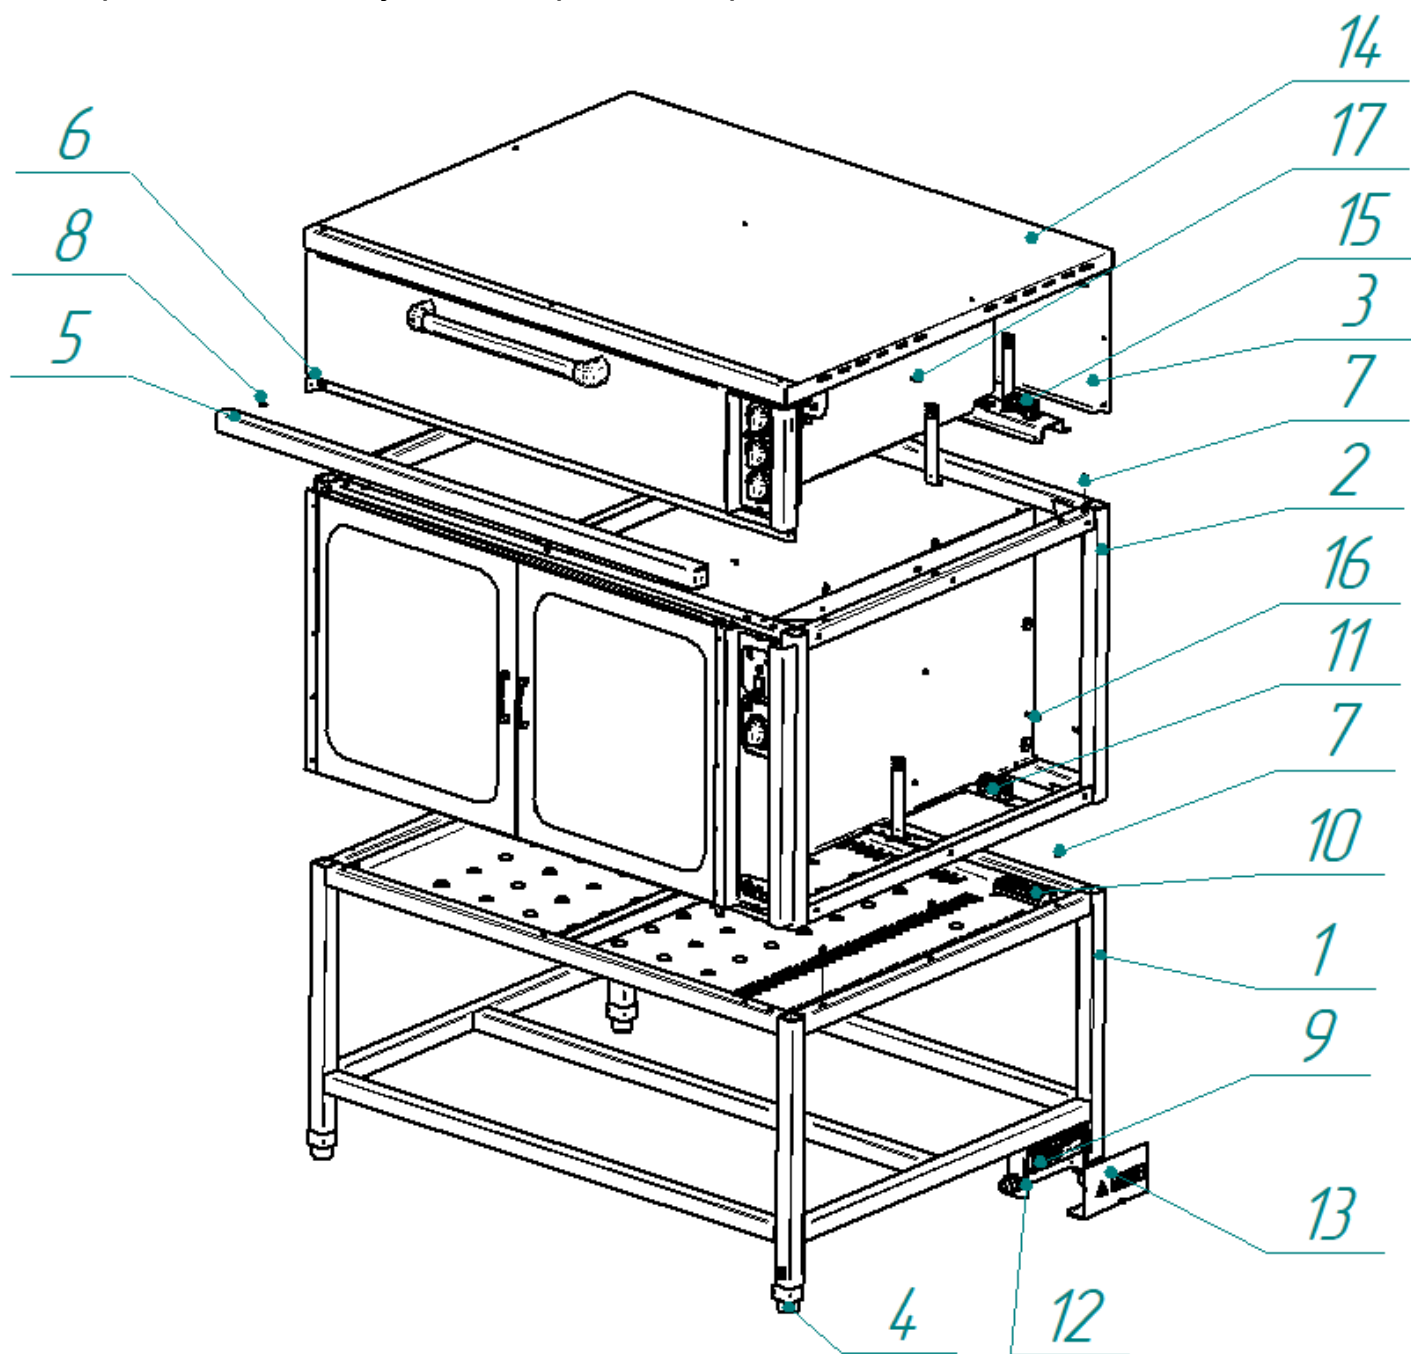

Рис.2 Схема сборки шкафа ШРТ 6-ЭШ + ЭШ-1К
Шкаф ШРТ 4-ЭШ-01 и ШРТ 6-ЭШ-01 эксплуатируются как самостоятельные изделия (рис. 2).
После распаковки и проверки комплектации выполнять сборку в следующей последовательности (смотри рис.2):
- Подключить провода соединяющие ШРТ и первый модуль ЭШ согласно маркировке на клеммах блоков КБ поз. 9 и 10 (блок КБ поз. 10 находится в модуле ЭШ) и согласно рис.9. Провода для подключения секций изделия необходимо отсоединить от блока КБ в подставке ПЭШ (см. рис. 2, подставка ПЭШ-3 входит в комплект шкафа ЭШ-3К, но в данной конфигурации не используется) и подсоединить к блоку КБ поз. 9 на ШРТ. Короткие провода соединить с КБ поз. 10 первого модуля ЭШ согласно рис.9. Короткий провод заземления (желто-зеленый) подключить к зажиму заземления духовки первого модуля ЭШ поз. 13.